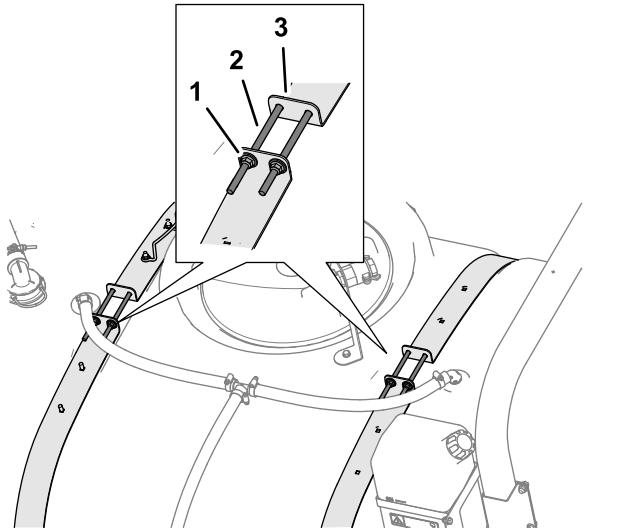

Bild 7
1. Lockern die vier Sicherungsbundmuttern und die vier Schrauben, mit denen die Behälterriemenhälften befestigt sind (Bild 7).
3. Ziehen Sie die vier Sicherungsbundmuttern und die vier Schrauben oben an den Riemen an, bis die Riemen bündig mit der Behälteroberfläche sind (Bild 7).